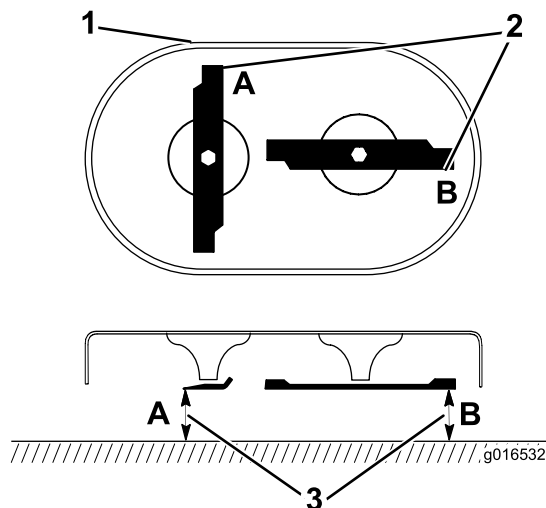

Figura 35
1. Gire las cuchillas hasta que estén posicionadas según se muestra en **Figura 35**.
2. Mida desde una superficie nivelada hasta los filos de corte, en las posiciones **A** y **B** (**Figura 35**) y anote las dimensiones.